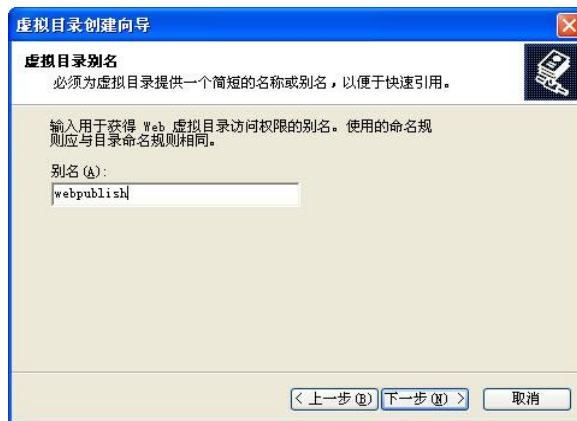

图 23.31 输入虚拟目录名称
- 4) 点击下一步，输入虚拟目录别名（如：webpublish），如图 23.31 所示：